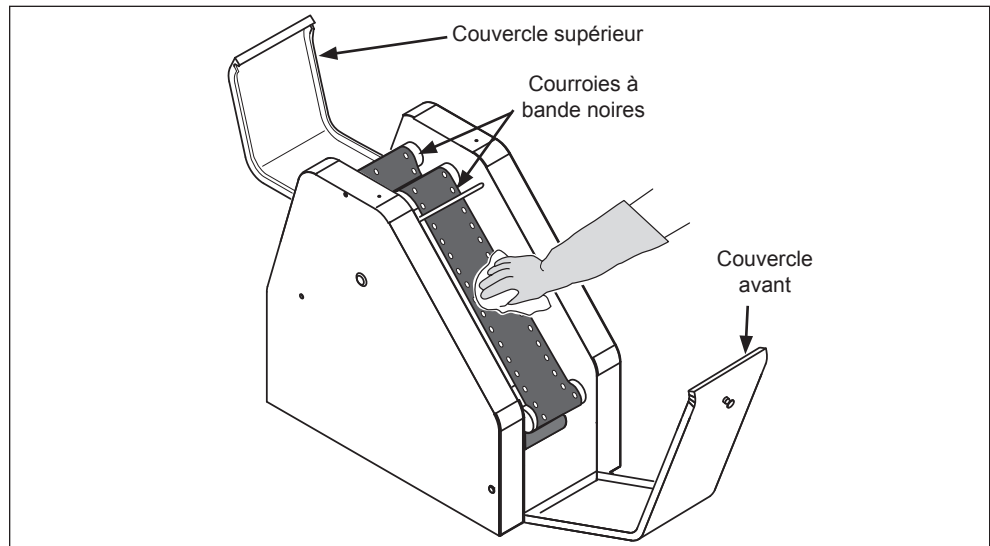

Figure 3. Nettoyage des courroies à bande
2. Essuyer l'extérieur de la courroie à bande supérieure à l'aide d'une serviette propre mouillée de *McD® ultra concentré tout-usage (APSC) (HCS)*, tout en prenant soin de porter des gants antichaleur. Voir la figure 3.